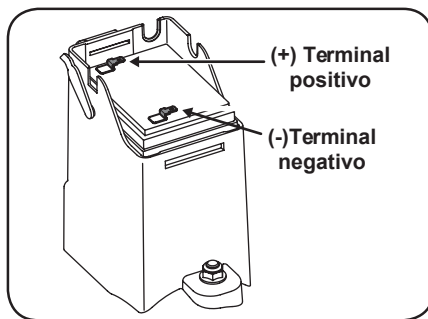

Figura 4-9
- Cambie o afile las cuchillas. Para afilar las cuchillas de corte correctamente, extraiga cantidades iguales de metal de ambos extremos de las cuchillas a lo largo de los bordes cortantes, paralelo al borde de caída, con un ángulo de 25° a 30°. Afíle siempre cada borde de las cuchillas de corte de forma pareja para mantener un equilibrio adecuado entre las mismas. Vea la Figura 4-9.